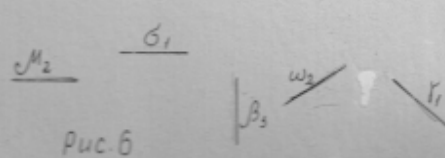

Рис. 6
7. Какую надпись следует выполнить над изображением, обозначенным цифрой I на рис. 6?
8. Укажите, какими буквами обозначены плоскости, на которых выполняется дополнительный вид. (рис. 6)